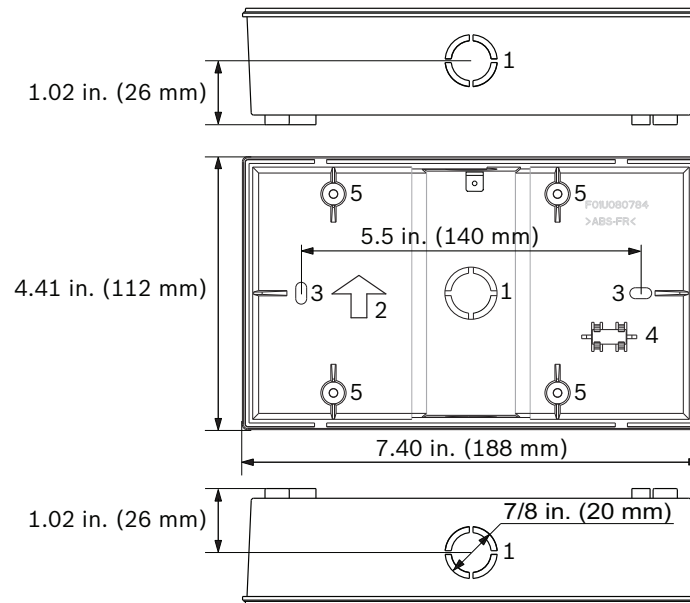

Figura 4.2 Caixa de base do Centro de Comando Remoto FMR-1000-RCMD
1. A caixa de base possui três orifícios com tampas removíveis para eletrodutos de 1/2 pol. de diâmetro, sendo um na parte traseira, um na parte inferior e um no topo (consulte a *Figura 4.2*, Item 1). Para obter um orifício perfeito, remova a sua tampa pelo lado interno da caixa.
2. Instale a caixa de base com a seta voltada para cima (consulte a *Figura 4.2*, Item 2).
3. Use a caixa de base como gabarito para marcar o local dos furos de instalação (consulte a *Figura 4.2*, Item 3). Prepare uma abertura na superfície de instalação para o cabeamento. Preposicione os parafusos. Não aperte os parafusos neste momento.
4. O nível de bolha integrado permite o nivelamento horizontal sem necessitar de ferramentas adicionais quando fixar a base (consulte a *Figura 4.2*, Item 4).
3. Passe o cabeamento através de um dos orifícios na base do Centro de Comando (instalação em superfície) ou da caixa elétrica (instalação embutida). Consulte a *Figura 4.2* na *Página 34* para a localização da entrada do fio na caixa de base.
5. Para a instalação em superfície com caixa de base: Fixe a base. Utilize o nível de bolha para se certificar que a caixa de base está exatamente na horizontal. Consulte a *Figura 4.2* na *Página 34*.